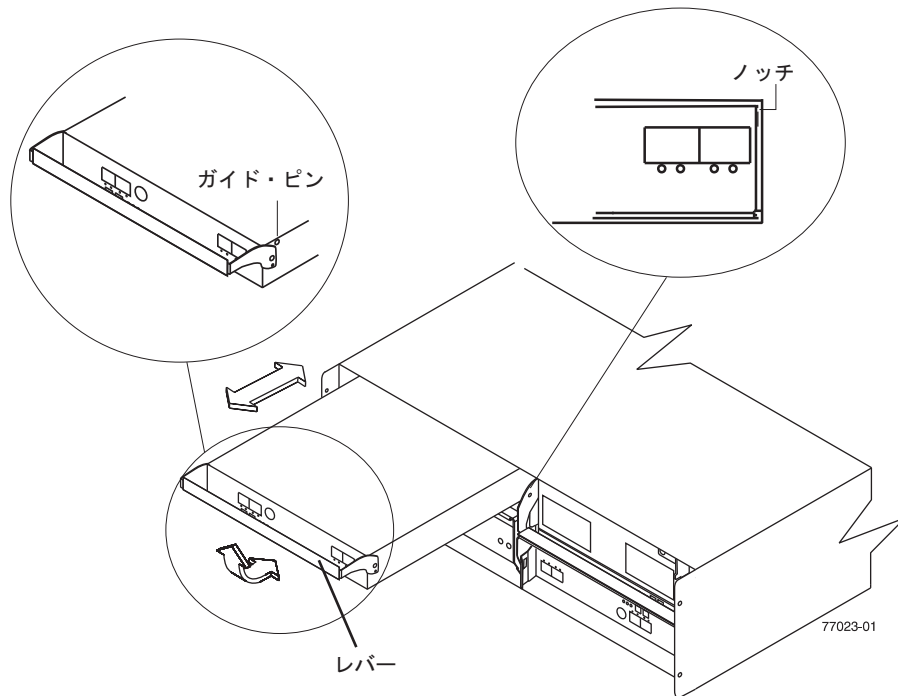

図 37. 環境サービス・モジュール (ESM) の取り外しと交換
8. ラッチを締めながら、レバーを 90° (レバーが水平になるように) 引き開けます。レバーをシャーシから引き離し、図 37 に示すように ESM を EXP520 ミッドプレーンから取り外します。
- b. ゆっくりとレバーを EXP520 シャーシから引き離し、100 ページの図 37 に示すように ESM を ESM ベイから取り外します。(ESM をシャーシから取り外し、静電気の放電 (ESD) から保護された面に置きます。)